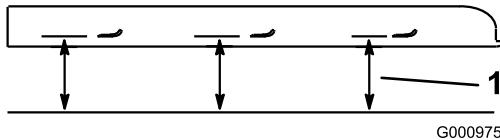

Figura 92
4. Mida desde una superficie nivelada hasta el filo de corte, posición A, de las cuchillas (Figura 92).